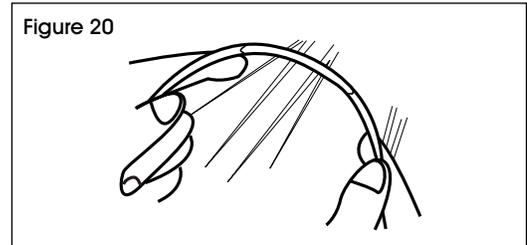

Figure 20
2. Insérez l'autre moitié de la cage de sécurité dans les joints tubulaires et entortillez-les ensemble jusqu'à ce que les supports de fixation sur les deux moitiés soient parallèles. (Voir Figure 20)